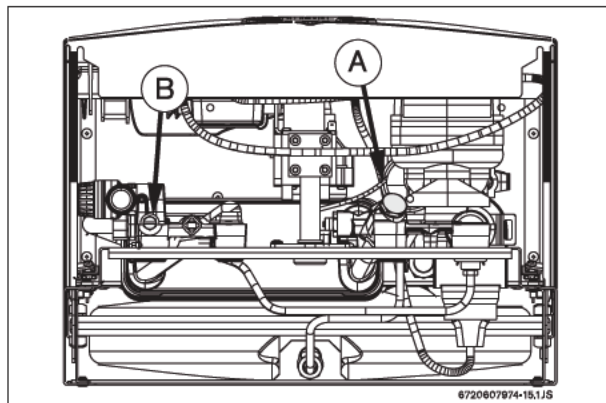

Рис. 35
- ▶ Снять крышку (рис. 35, поз. А).
- ▶ Отвинтить продувочный винт (Рис. 35, поз. В).